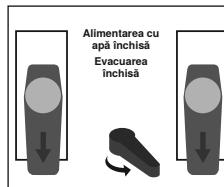

Figura 4 - Adăugarea substanțelor chimice
2. Setați supapele de admisie/evacuare și inversorul de debit ca în figura 4.